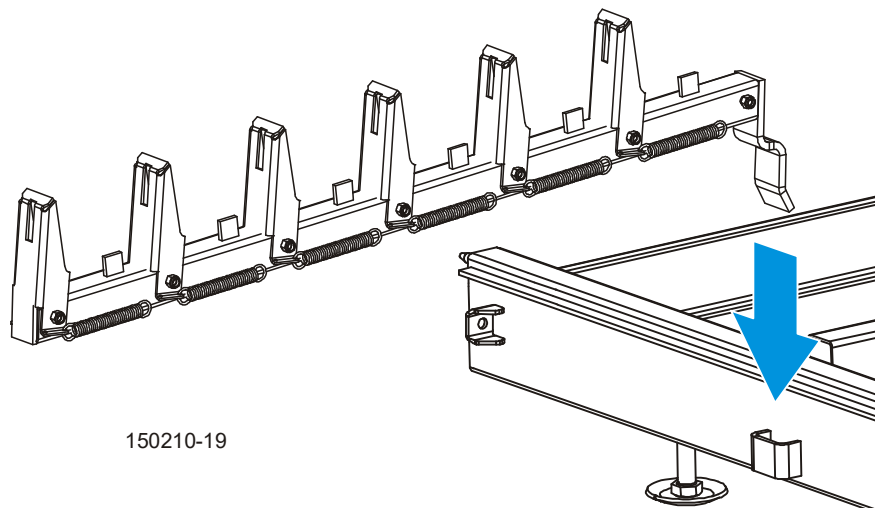

FIG. 5-1
4. Coloque las rampas **opcionales** de carga* (número de pieza 015804) en las ménsulas del armazón que soportarán de manera uniforme la longitud del tronco. Vea FIG. 5-1.